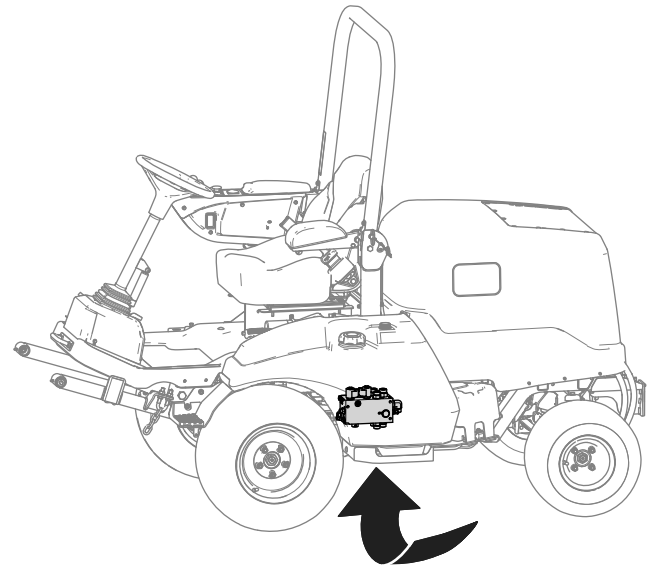

Figure 22
3. Localisez le collecteur de levage sous la machine (Figure 22).